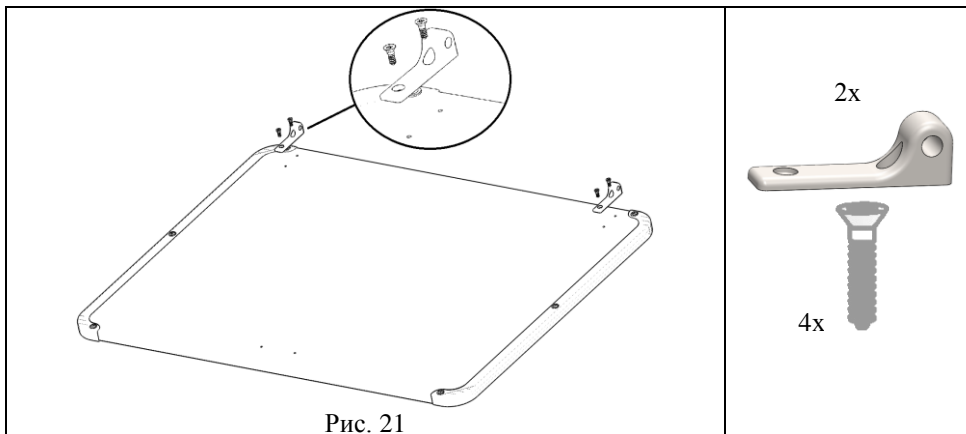

Рис. 21
5.5.1. К столешнице (поз. 5) прикрутить СУТ.41.191. Шарнир подвижный (поз.1, пакет №143) при помощи саморезов с потайной головкой 4x12 (поз.2, пакет №143), см. рис. 21.